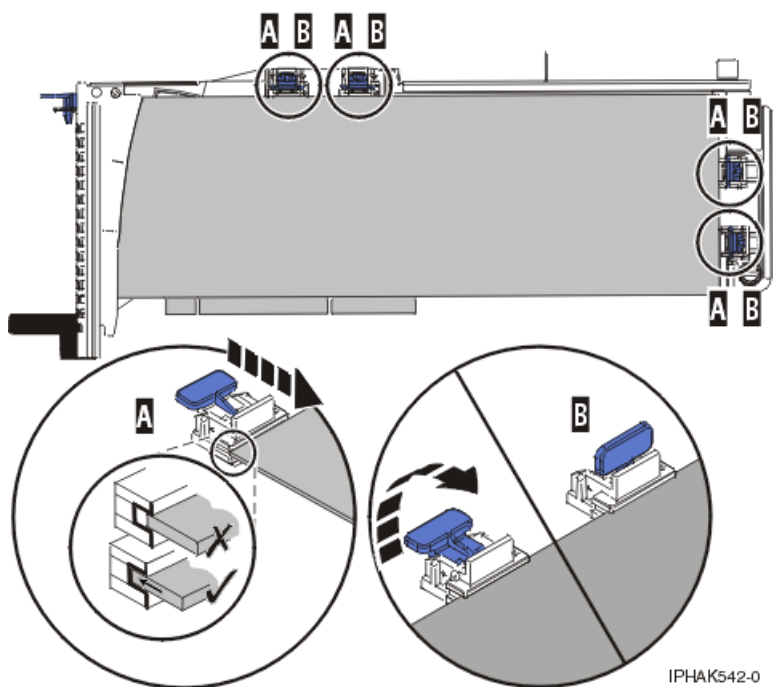

Figura 75. Adaptador largo en la casete de adaptador PCI con los soportes y el estabilizador en su sitio
- 3) Coloque las piezas de retención **B** y ciérrelas. Vea la Figura 75 en la página 84.